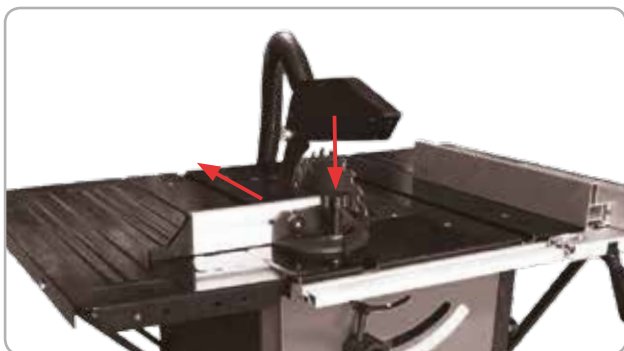

Fig.14
- Strângeți la loc șurubul. Fig. 14